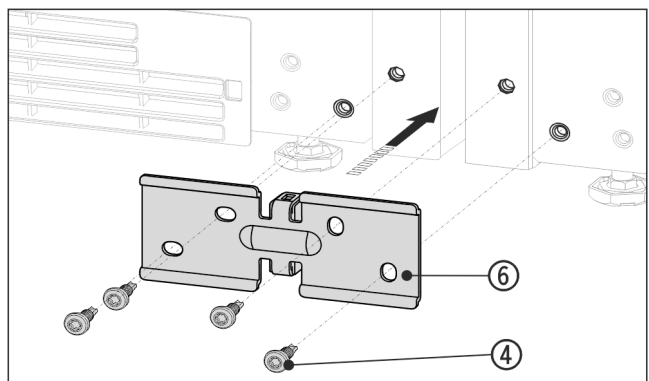

Fig. 15 Illustrationen är ett exempel
- Skruva på vinkeln Fig. 15 (6) och distansstycke mellan apparaterna och dra åt de fyra skruvarna Fig. 15 (4) så att de sitter löst.